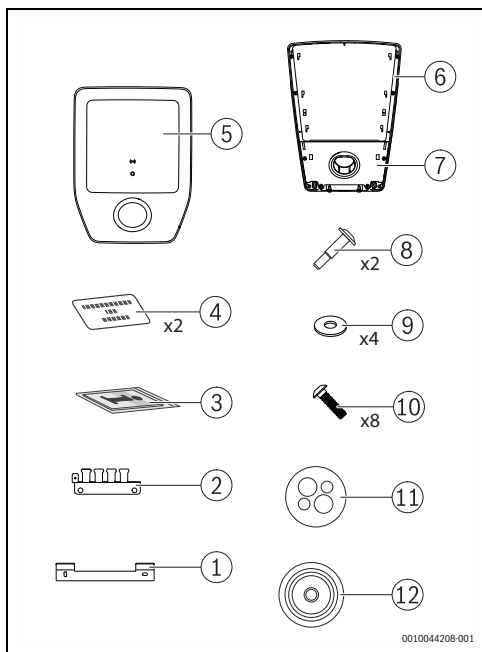

Fig. 385 Equipamento fornecido
- ▶ Remova cuidadosamente a cobertura [5] e o tampão cego com o suporte de repouso [7] do Power Charge 7000i (→ fig. 385, página 377).